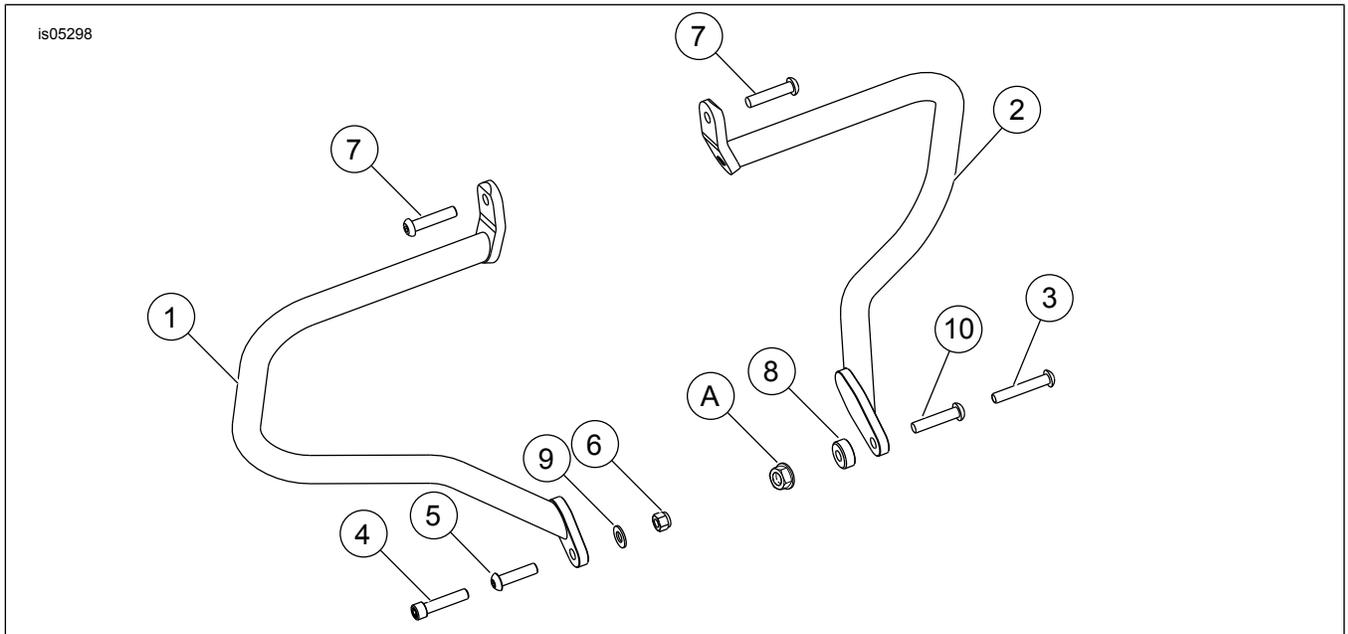

Figure 7. Pièces détachées : kit de protection de sacoche
Voir Figure 7 et Tableau 1.
1. Voir Figure 7. Installer la vis supérieure (7) dans le support de garde-boue. Serrer la vis à la main.
2. Installer la vis inférieure (4 ou 5) avec la protection de sacoches, la rondelle (9) et le contre-écrou (6) à l'intérieur du cadre. Serrer la vis à la main.
2. Voir Figure 7. **Pour les modèles de 2005 à 2006** : Installer la vis inférieure (3) dans la protection de sacoche, l'entretoise de protection de sacoche (8), le support d'appui-pied et le cadre. Serrer à un couple de 41 N·m (30 ft-lbs). **Pour les modèles de 2007 et plus récents** : Installer la vis inférieure (10) dans la protection de sacoche, le support d'appui-pied et le cadre. Serrer à un couple de 41 N·m (30 ft-lbs).